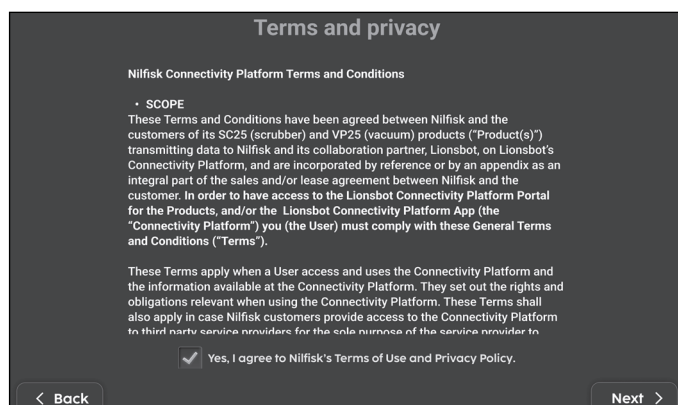

Figure 14
3. Lisez et acceptez les conditions d'utilisation et la politique de confidentialité (Fig. 14).